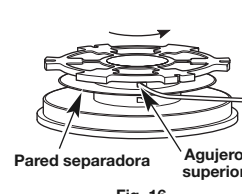
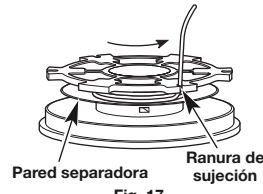

Fig. 16
Fig. 17
2. Inserte el extremo de la línea en el agujero superior del carrete interior (Fig. 16). Enrolle firmemente en la dirección que se muestra en el fondo del carrete interior hasta que queden aproximadamente 6 pulgadas (150 mm) de línea. Mantenga la línea por encima de la pared separadora. Inserte la sección de 6 pulgadas dentro de la ranura de sujeción de 0.095 más próxima (Fig. 17).